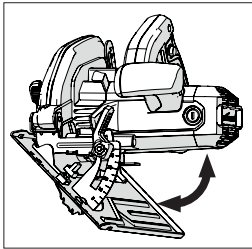

Fig. 14
- Inclinare la lama fino all'angolo desiderato così come indicato sulla scala goniometrica. (**Fig. 14**)
(14) INDICAZIONI D'UTILIZZO (VERIFICHE PRE-ATTIVAZIONE)